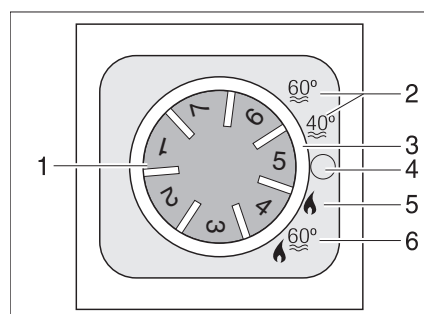

Fig. 167 Unité de commande pour chauffage/chauffe-eau
- Régler le mode de régime à l'aide de l'interrupteur tournant (Fig. 167,3).
Le chauffage règle le degré d'allumage automatiquement en fonction de la température ambiante requise. Une fois que la température ambiante désirée est atteinte, le brûleur s'éteint. La température intérieure est mesurée avec la sonde de température qui se trouve à côté du panneau de contrôle. En mode "Chauffage et chauffe-eau" (Fig. 167,6) l'eau est également chauffée dans le chauffe-eau. Il est possible de faire fonctionner le chauffage en mode "Chauffage sans chauffe-eau" (Fig. 167,5) et le chauffe-eau vide.
- Régler le bouton tournant de température (Fig. 167,1) de l'unité de commande sur la température de chauffage désirée.
- Régler l'interrupteur tournant (Fig. 167,3) en régime hiver "Chauffage sans chauffe-eau" (Fig. 167,5) ou en régime hiver "Chauffage et chauffe-eau" (Fig. 167,6).
- Régler l'interrupteur tournant (Fig. 167,3) sur "O" (Fig. 167,4).
La combinaison régime au gaz et régime électrique 230 V permet de raccourcir la période de chauffage (uniquement possible lorsque le chauffage sur l'unité de commande (Fig. 167) est réglé sur régime hiver).